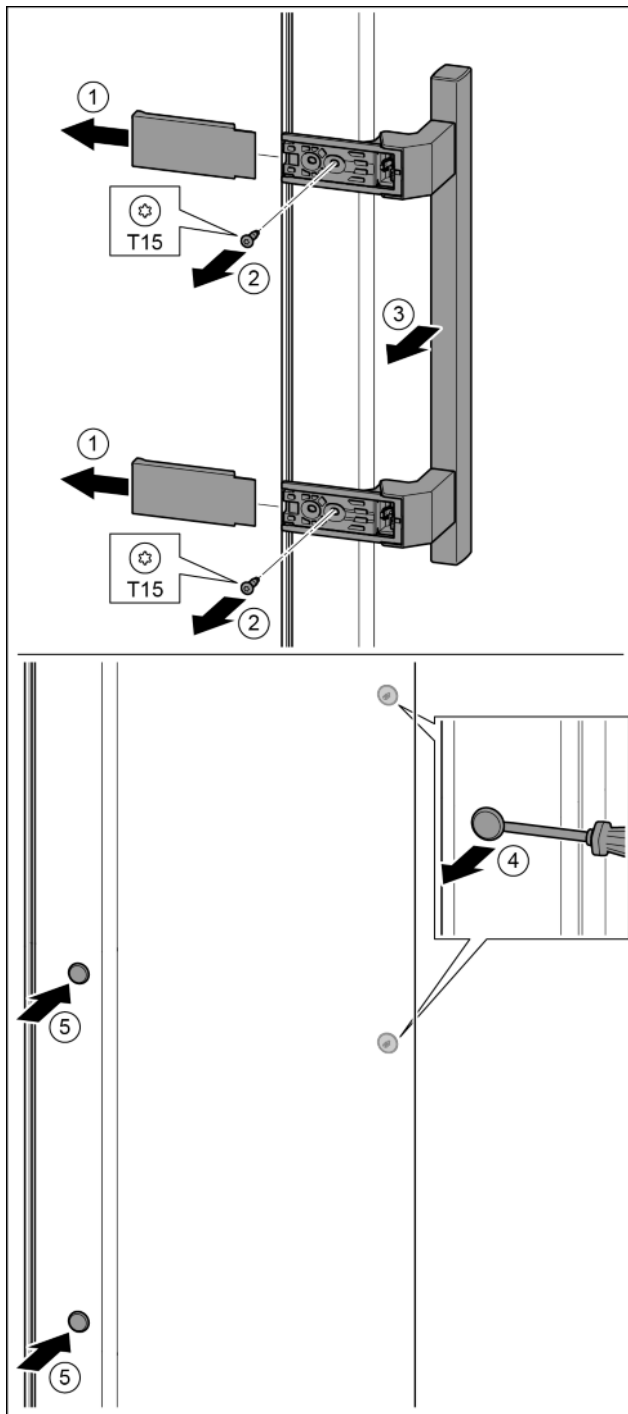

Fig. 17
- ▶ Afdekking eraf trekken. Fig. 17 (1)
- ▶ Schroeven met schroevendraaier T15 eruit draaien. Fig. 17 (2)
- ▶ Greep eraf halen. Fig. 17 (3)
- ▶ Zijdellingse stop voorzichtig met een sleufschroevendraaier optillen en eruit trekken. Fig. 17 (4)
- ▶ Stop op de andere kant weer aanbrengen. Fig. 17 (5)